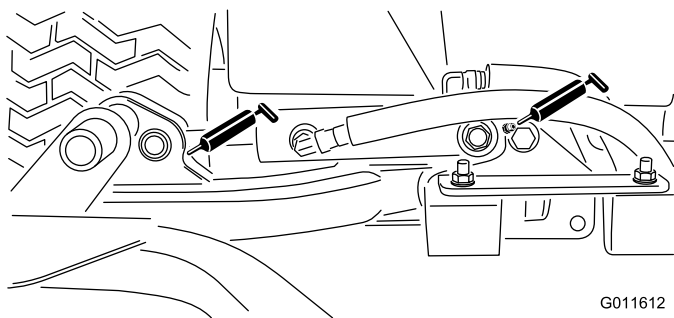

Figura 28
- Cilindros del brazo de elevación de la unidad de corte (2 en cada) (Figura 28)
- Pivote del bastidor de tiro de la unidad de corte (1 en cada) (Figura 28)